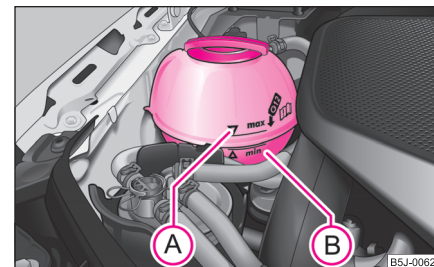

Fig. 149 Compartimentul motor: Vasul de expansiune al lichidului de răcire
- Verificați nivelul lichidului de răcire din vasul de expansiune ⇒ fig. 149. Când motorul este rece, nivelul lichidului de răcire trebuie să se afle între marcajele „MIN” (B) și „MAX” (A). Când motorul este cald, nivelul lichidului de răcire poate fi și puțin peste marcajul „MAX”.
- Puneți o lavetă pe capacul vasului de expansiune ⇒ pagina 177, fig. 149 și desfaceți capacul **cu grijă** spre stânga ⇒ .